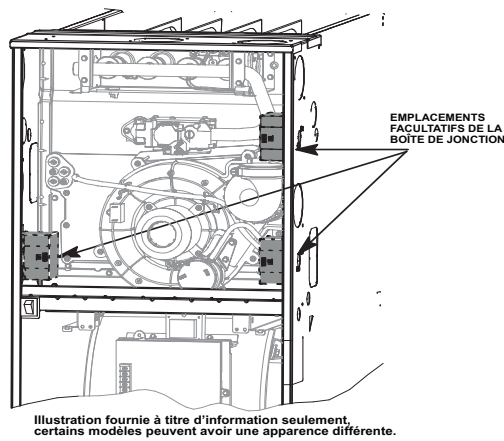

Fig. 35 – Installation d'une boîte de jonction (le cas échéant)
Le couvercle de la boîte de jonction, le support de fixation et les vis se trouvent dans le sac de pièces détachées expédié avec la chaudière. Reportez-vous à la Fig. 35 pour connaître les emplacements de montage de la boîte de jonction.
- Posez le support de fixation de la boîte de jonction à l'intérieur du caisson de chaudière. Consultez la Fig. 35.
- Raccordez le fil de mise à la terre du site et le fil de mise à la terre installé en usine à la vis verte de mise à la terre qui se trouve sur le support de fixation de la boîte de jonction, tel qu'illustré à la Fig. 35.
- Fixez le couvercle de la boîte de jonction de la chaudière au support de fixation à l'aide des vis fournies dans le sac de pièces détachées. Attention de ne pas pincer les fils entre le couvercle et le support de fixation. Consultez la Fig. 35.